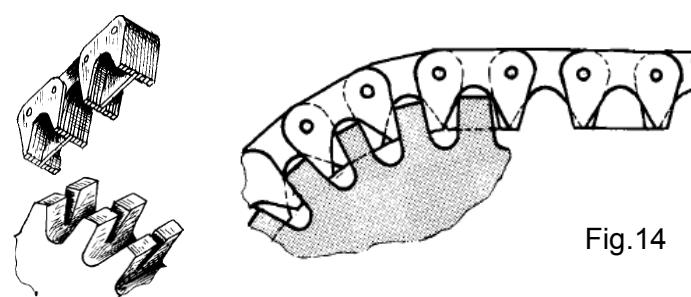

Fig.14
- > Sont essentiellement utilisées aux " basses " vitesses ; [moins de 13 m/s pour les chaîne à rouleaux (Fig.12), et moins de 20 m/s pour les chaînes silencieuses (Fig.14)]